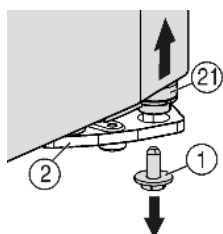
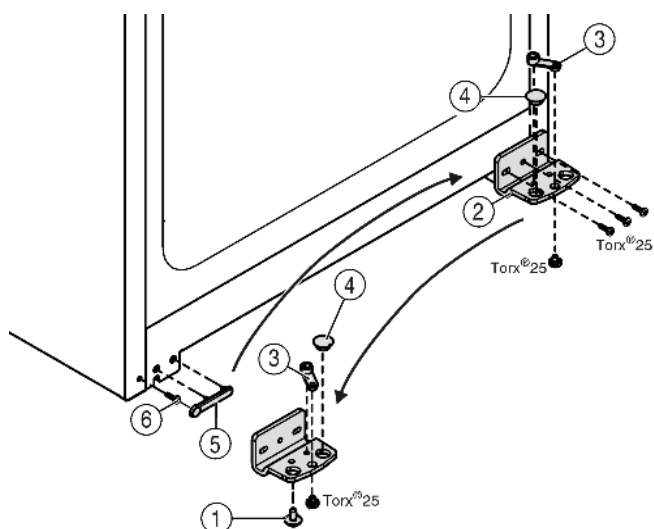

Fig. 4
Fig. 5
- ▶ Внизу справа на опорном кронштейне выкрутите фиксирующий винт Fig. 4 (1).
- ▶ Опорный палец Fig. 4 (21) можно извлечь из опорного кронштейна Fig. 5 (2).
- ▶ Если не удастся извлечь опорный палец Fig. 4 (21), нажмите на него снизу.
- ▶ Открутите опорный кронштейн Fig. 5 (2).
- ▶ Открутите опорную деталь Fig. 5 (3) и, переставив в отверстие на противоположной стороне опорного кронштейна, снова прикрутите.
- ▶ Извлеките заглушку Fig. 5 (4) из опорного кронштейна и переставьте ее в отверстие на противоположной стороне опорного кронштейна.
- ▶ Осторожно снимите крышку со стороны ручки Fig. 5 (5).
- ▶ Выкрутите болт Fig. 5 (6) и вкрутите на противоположной стороне.
- ▶ Снова установите крышку Fig. 5 (5).
- ▶ Снова прикрутите опорный кронштейн Fig. 5 (2) на новой стороне шарнира (с моментом 4 Нм). При необходимости используйте аккумуляторный шуруповерт.
- ▶ Вкрутите фиксирующий винт Fig. 4 (1) внизу в опорный палец и затяните (с моментом 4 Нм).